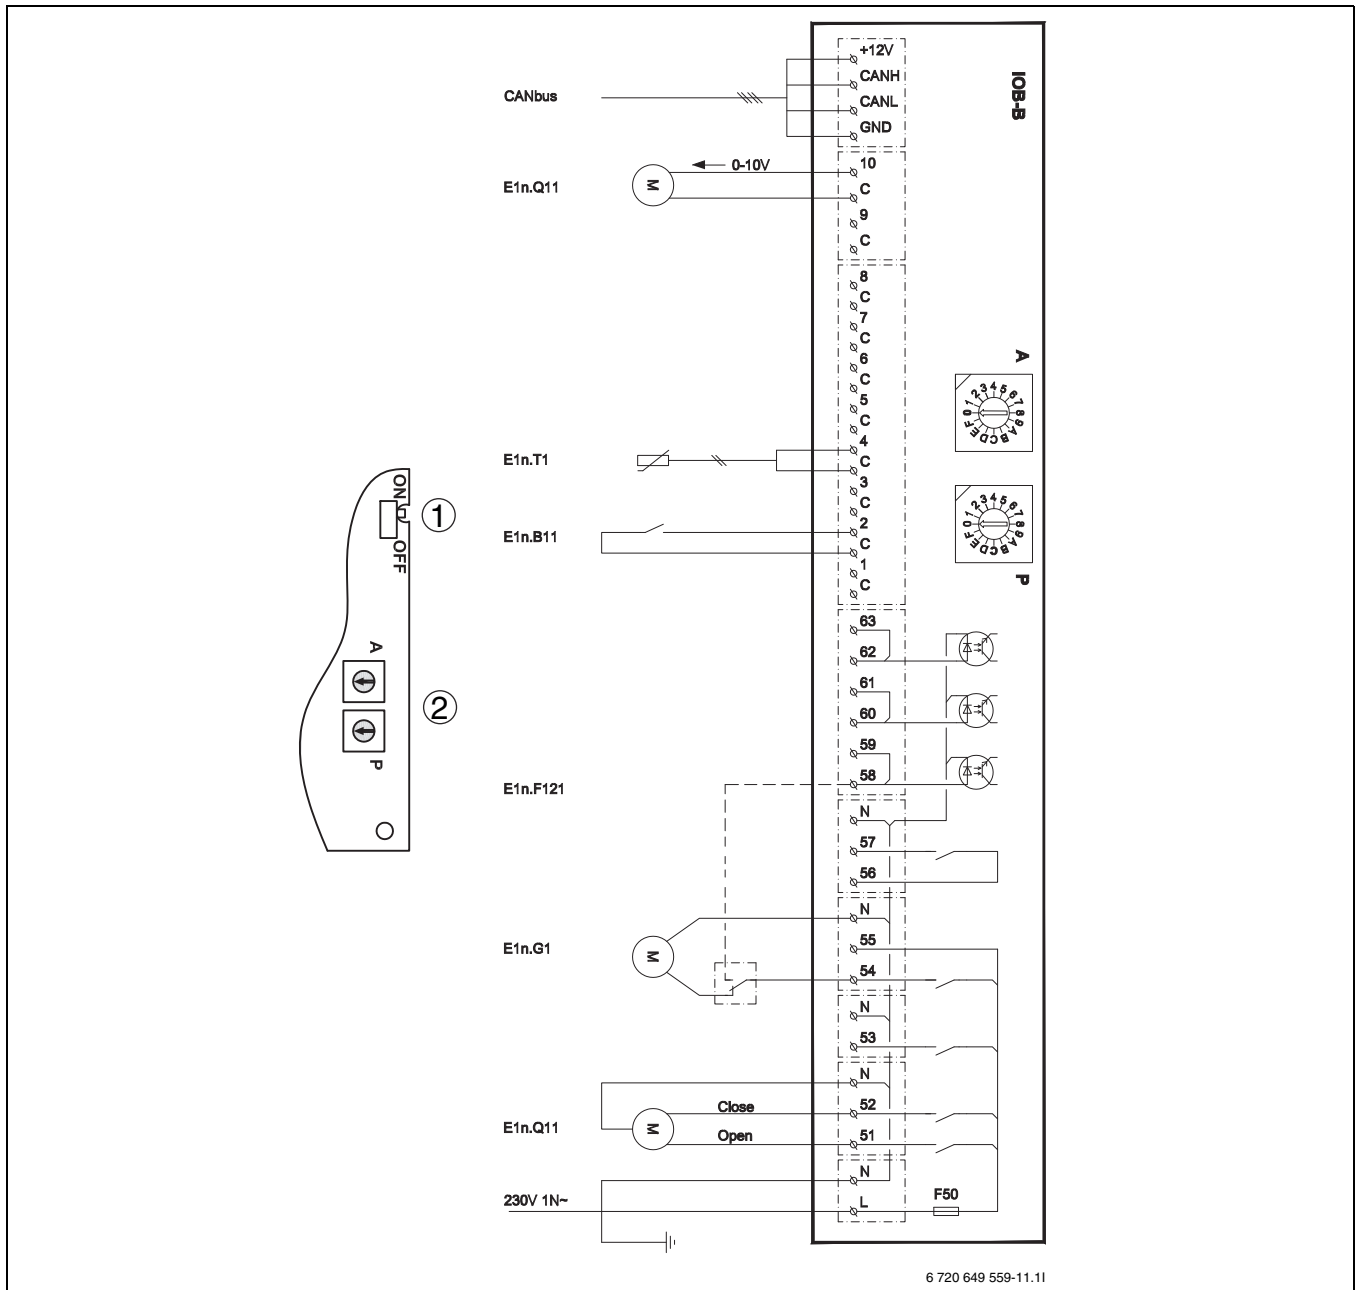

Bild 11 Schaltplan Kreis 3-4
- ▶ Nach der Montage an der Wand die Stromanschlüsse herstellen (→ Schaltplan Bild 11- 13).